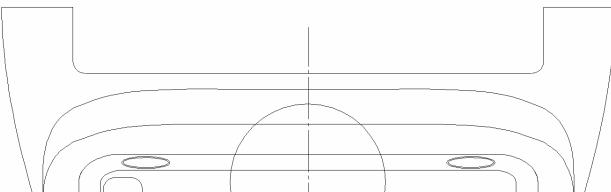

FIGURE 2B
- b. Modèles 2006 : Découper le carénage extérieur et intérieur comme illustré à la **Figure 2B**. Lors de l'installation d'un attelage doté d'un support de connecteur électrique, utiliser un profil de 9-1/2 po de large. Lors de l'installation d'un attelage qui n'est pas doté d'un support de connecteur électrique, utiliser un profil de 6-1/2 po de large. Dans les deux cas, mesurer à partir de la ligne de centre du carénage, comme illustré.